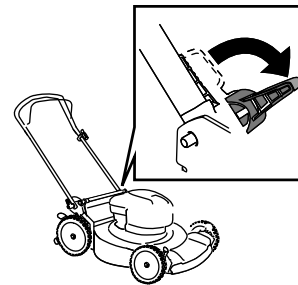

Figure 17
3. Déverrouillez le guidon (Figure 17).